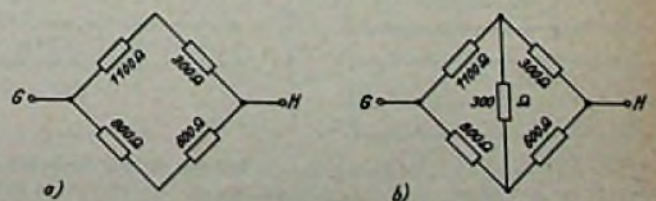

Bild 4. Brückenschaltung; a = ohne Galvanometer im Brückenzweig, b = mit Belastung des Brückenzweiges durch ein Galvanometer
- a) für den Fall, daß im Meßzweig kein Galvanometer liegt, das heißt der Strom im Meßzweig ist gleich Null,  $R_G = \infty$  (Bild 4 a).
- b) mit Galvanometer im Diagonalzweig,  $R_G = 300 \Omega$  (Bild 4 b).